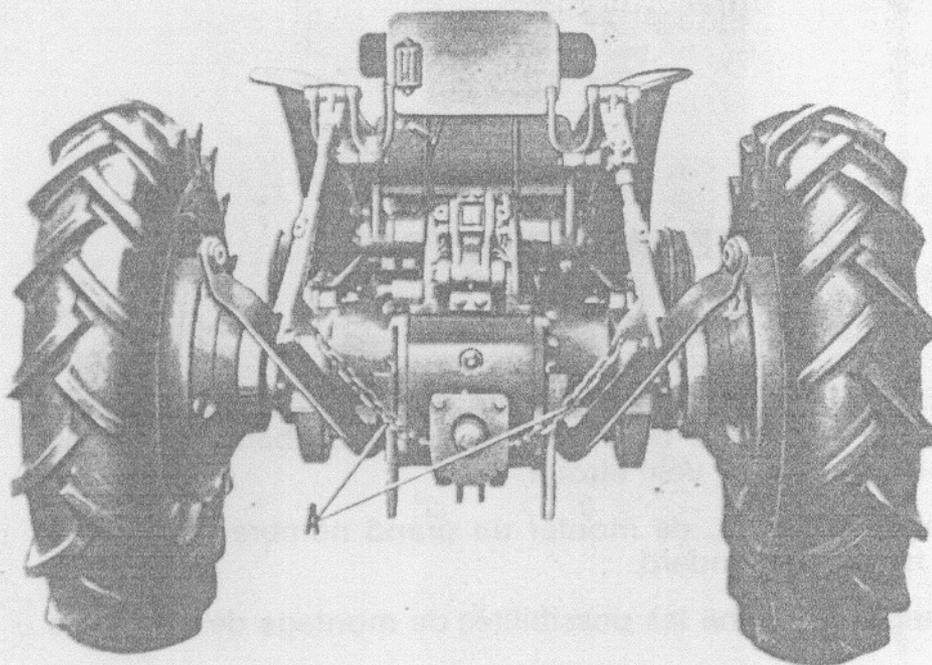

Fig. 20
- A limiter le mouvement latéral des barres d'attelage inférieures à l'aide de chaînes de débattement A (fig. 20). Ces chaînes peuvent rester montées sur le tracteur lorsqu'il est ramené à la voie étroite.